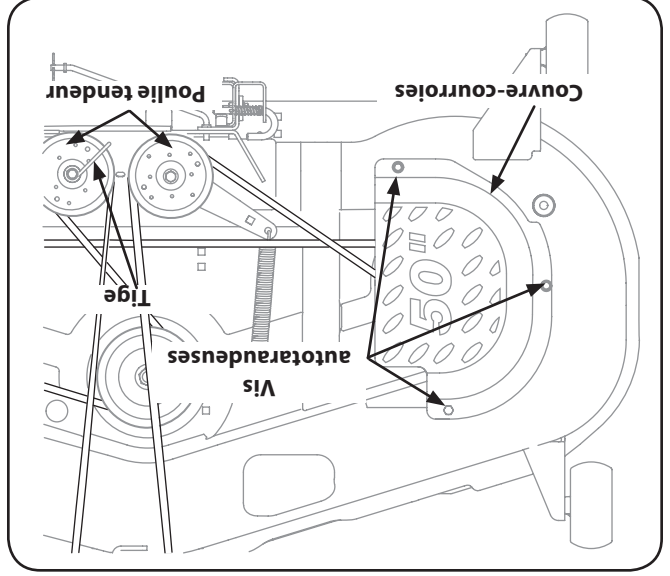

Figure 7-8
2. Retirez les couvre-courroies en enlevant les vis auto-taranduses qui les maintiennent sur le plateau de coupe. Voir la Fig. 7-8.
3. Desserrez, mais n'enlevez pas la tige de garde de la courroie sur la poulie située près de l'arrière du plateau de coupe. Voir la Figure 7-8.